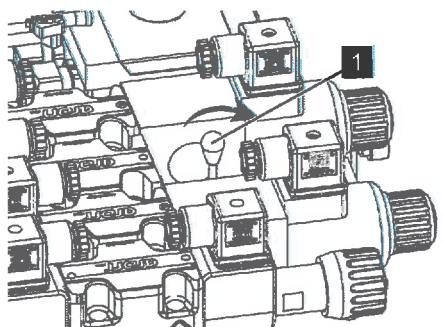

Abb. 84: Stütz- und Bühnenfunktion einstellen
6. Ventil „Stütze und Bühne“ mit Hilfe des Hebels (Abb. 84/1) nach rechts auf die Stütz- und Bühnenfunktion drehen (Abb. 84/1).